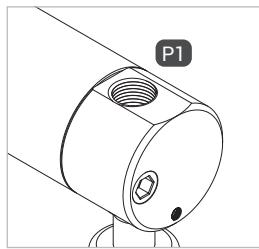
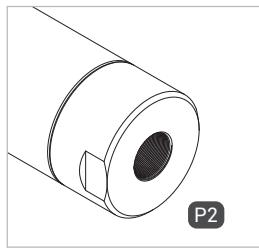

Figure 2
Figure 3
- ▶ Vissez hermétiquement le port de pression pilote « P1 » (Figure 2) et / ou « P2 » (Figure 3) avec l'embout de raccordement de la conduite de pression pilote.